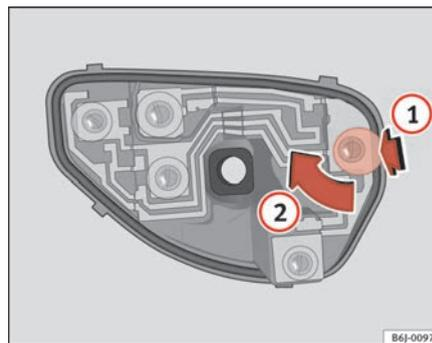

Fig. 146 Cambio lámparas luces posteriores
- Una vez retirado el portalámparas, presione en sentido de la flecha **1** y gire a la vez en sentido de la flecha **2** ⇒ página 228, fig. 146. ■